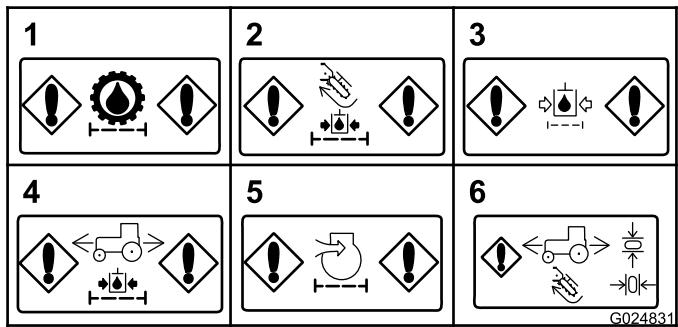

Figure 33
- **Colmatage du filtre de charge hydraulique (transmission)** – Ce message s'affiche en cas de colmatage du filtre de charge hydraulique de la transmission (Figure 33).
- **Colmatage du filtre de charge hydraulique (accessoires)** – Ce message s'affiche en cas de colmatage du filtre de charge du circuit hydraulique des accessoires (Figure 33).
- **Colmatage du filtre de retour hydraulique** – Ce message s'affiche en cas de colmatage du filtre de retour hydraulique (Figure 33).
- **Colmatage du filtre de charge hydraulique (moteur de traction)** – Ce message s'affiche en cas de colmatage du filtre de charge du moteur de traction (Figure 33).
- **Colmatage du filtre à air (moteur)** – Ce message s'affiche si l'entretien du filtre à air est requis (Figure 33).
- **Témoin de retour au point mort** – Ce témoin s'affiche si vous tentez une opération qui exige de ramener le levier au point mort ou la pédale de déplacement en position neutre. Ramenez le levier au point mort ou la pédale de déplacement en position neutre avant de poursuivre (Figure 33).